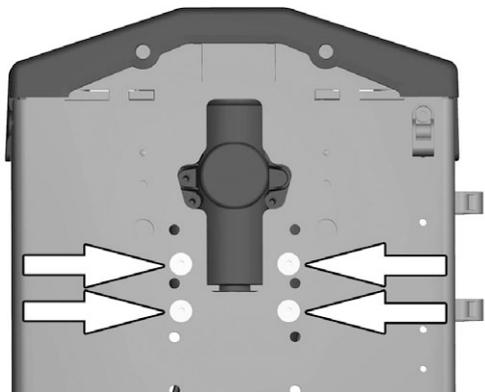

Abbildung 108. Stabilisator der Stellvorrichtung mit den vier Schrauben montieren.
7. Stabilisator der Stellvorrichtung mit den vier Schrauben montieren. Siehe Abbildung. 108.